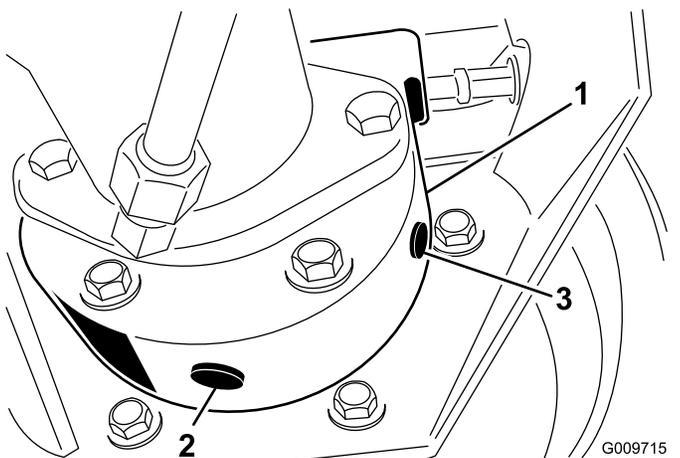

図 45
3. ホイールの反対側のブレーキハウジング 図 45 の下にも容器を置く。